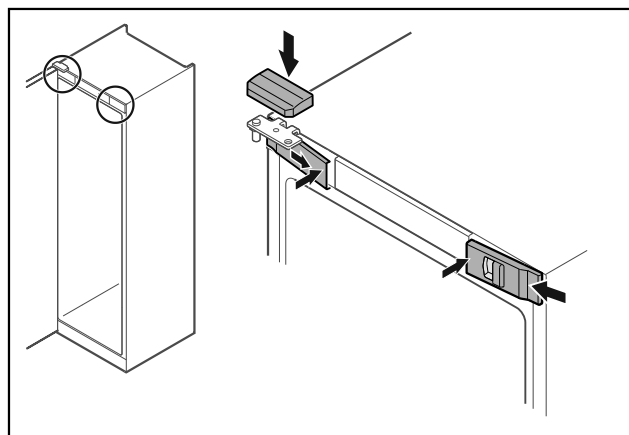

Fig. 52
- Accrocher les caches avant Fig. 52 (1) par les côtés et les enclencher en appuyant sur l'intérieur.
- Insérer le cache supérieur Fig. 52 (2) par le haut.